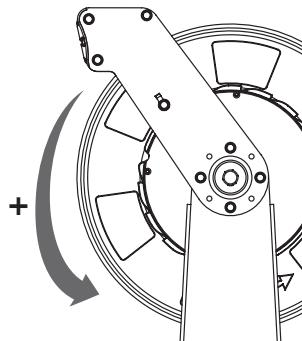

Fig. 5
- Comience a recoger la manguera girando el tambor manualmente hasta que quede enrollada totalmente (el resorte deberá seguir neutro). Aplique entonces pretensión al resorte en sentido positivo según (fig. 5). No se debe aplicar más pretensión de la indicada la tabla 1, pues el resorte podría resultar dañado.
- Aplique de pretensión según tabla 1, en sentido positivo según (fig. 5). No se debe aplicar más pretensión de la indicada pues el resorte podría resultar dañado.
- Haga girar el tambor para incrementar o disminuir la tensión según (fig. 5). **NOTA:** No exceda la pretensión indicada en la tabla 1. En caso contrario el resorte podría resultar dañado.